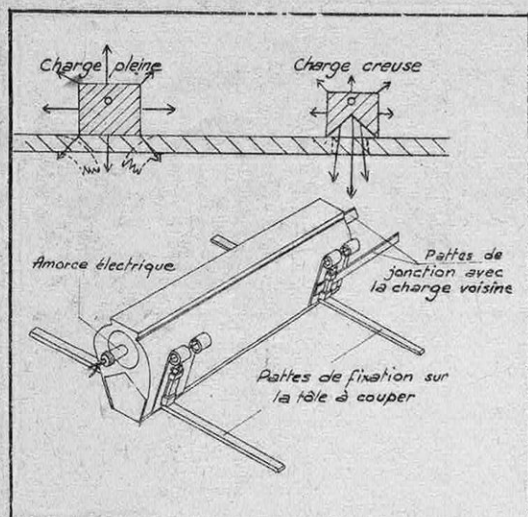

FIG. 7. — DÉCOUPEUR PYROTECHNIQUE A CHARGE CREUSE
Aussi bien, a-t-on cherché une méthode meilleure de découpage à l'explosif. Il semble qu'on l'ait trouvé avec l'emploi des charges creuses (1). Sur ce principe a été mis au point, il y a peu de temps, un découpeur pyrotechnique qui possède de sérieuses qualités : précision et rapidité du travail, économie de main-d'œuvre, sécurité (fig. 7).